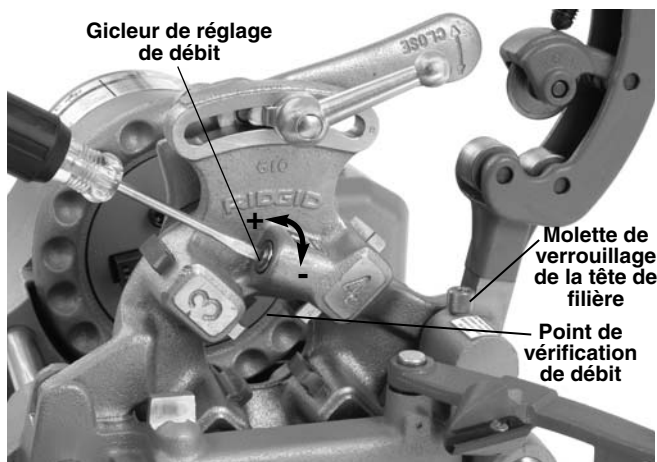

Figure 7 – Réglage du débit de liquide de filetage
18. Rabaissez la tête de filière pour l'amener en position de filetage. Appuyez sur la pédale de commande et attendez l'apparition de liquide de filetage au niveau des filières n° 3 et n° 4 de la tête de filière (Figure 7). Si la tête de filière a été enlevée de l'appareil ou si elle est restée inutilisée pendant une période prolongée, l'arrivée du liquide risque de prendre jusqu'à 10 secondes. Le liquide de filetage doit s'écouler à un régime d'environ une goutte par seconde. Un débit supérieur gaspillerait le liquide, tandis qu'un écoulement plus lent risquerait d'endommager la tête de filière, nuire à la qualité des filetages et augmenter la température du processus.
19. Pour régler le débit du liquide de filetage, tenez la pédale de commande appuyée et servez-vous d'un tournevis plat pour serrer ou desserrer le gicleur qui se trouve sur la tête de filière (Figure 7). Serrez le gicleur pour réduire le débit et desserrez-le pour l'augmenter.
verrouillage du chariot (Figure 7) afin de libérer le goujon de tête de filière et retirez la tête du chariot.